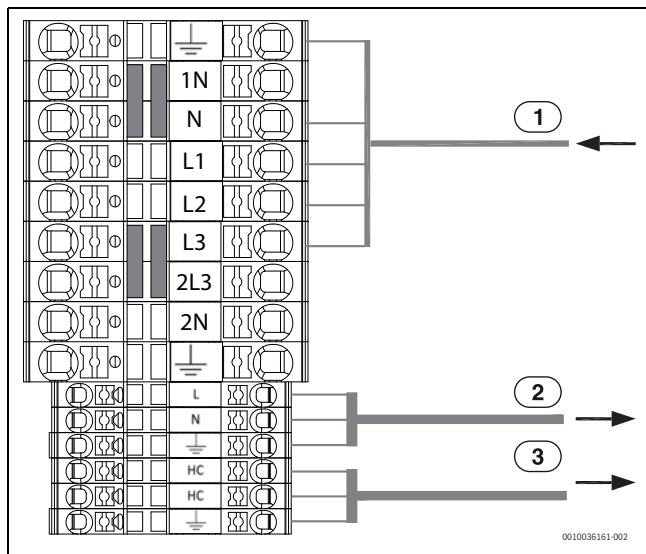

Fig. 15 Bornes de raccordement pour le raccordement électrique, 5,85 kW 400 V 3 N~
- Réinitialiser la protection contre la surchauffe. Pour cela, appuyer sur la touche située dans la partie inférieure de l'appareil de commande (→ [3], fig. 15).